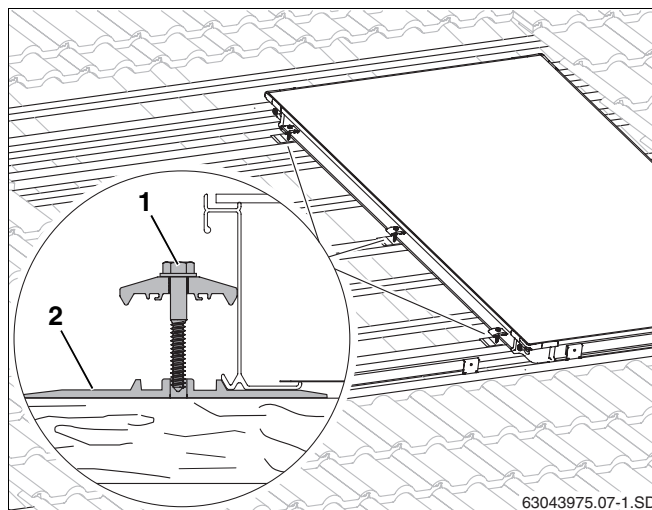

Fig. 24 Serre-flanc bilatéral sur le premier capteur
- Soulever le capteur légèrement et glisser le support (fig. 24, **pos. 2**) avec le serre-flanc bilatéral sur les 2ème et 3ème lattes supplémentaires ainsi qu'au milieu du capteur sur une latte existante sous le capteur de manière à ce que le rehaussement pousse contre le bord du capteur.
- Pour la vis (fig. 24, **pos. 1**) préperforer avec une mèche de 4 mm. Pour le marquage, utiliser les entailles dans le support.